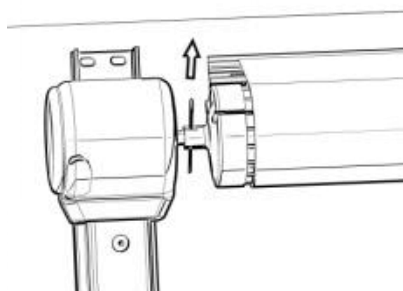

Figure C24
3.9 Verwijder de veiligheidspen aan de niet-motorzijde van de haspel (Afbeelding C24) Maak de vouwarm los en span de stofrol aan.